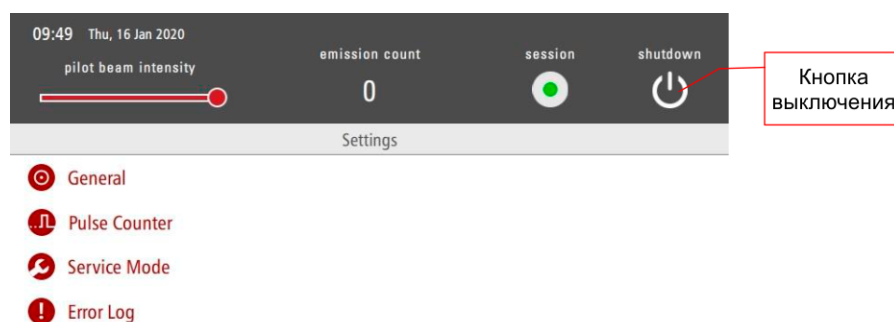

Рисунок 4.5: Окно настроек с кнопкой выключения
- Нажмите на кнопку «Shutdown» (выключение) (см. рисунок 4.5).